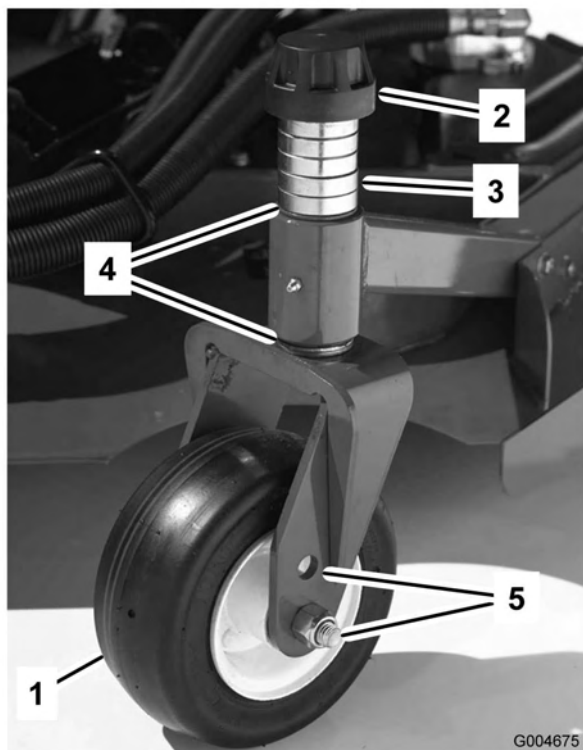

Figura 18
1. Posizionate gli assali delle ruote orientabili negli stessi fori di tutte le forcelle (Figura 18 e Figura 20). Vedere lo schema seguente per stabilire il foro corretto per la regolazione.
2. Togliete il cappuccio di tensione dall'asse del perno (Figura 18) ed estraete il perno dal braccio della ruota orientabile. Montate i due spessori (3 mm) sull'asse dei perni, come erano montati in origine. Questi spessori servono per ottenere un livellamento sull'intera larghezza degli apparati di taglio. Mettete il numero opportuno di distanziali da 13 mm sull'asse del perno, fino ad ottenere l'altezza di taglio richiesta, quindi montate la rondella sul perno.